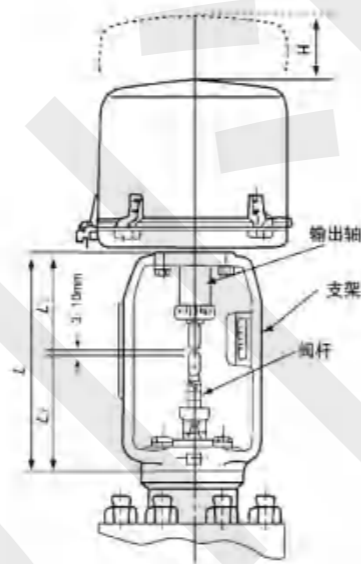

图5
5.1 由于执行器的配线、调整及检查维护等工作需要拆卸护罩，因此在安装时，执行器顶部应留有一定的空间(见图5)。应留空间尺寸H见表2
5.3 执行器通过支架和调节阀联结后，用开合螺母连接输出轴和阀杆时，输出轴的下端与阀杆的上端之间应留有3~10mm距离（见图5）。